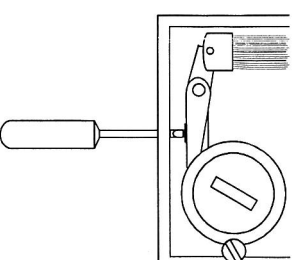

Bild 1
3. Drehen Sie den Sollwertknopf, bis Sie den Schalterpunkt finden. Ist der Schalterpunkt höher als der gemessene Istwert, sollte die Kalibrierschraube im Uhrzeigersinn gedreht werden. Ist der Schalterpunkt kleiner als der Messwert, sollte die Schraube gegen den Uhrzeigersinn gedreht werden. Die Kalibrierschraube ist mit einem schmalen Schraubendreher durch die Schlitze am unteren Ende des Hygrostats zugänglich. Siehe Abb. 1. Stellen Sie die Kalibrierschraube so ein, dass der Mikroschalter hörbar umschaltet, wenn der Sollwertknopf auf den Istwert Feuchte eingestellt wird.